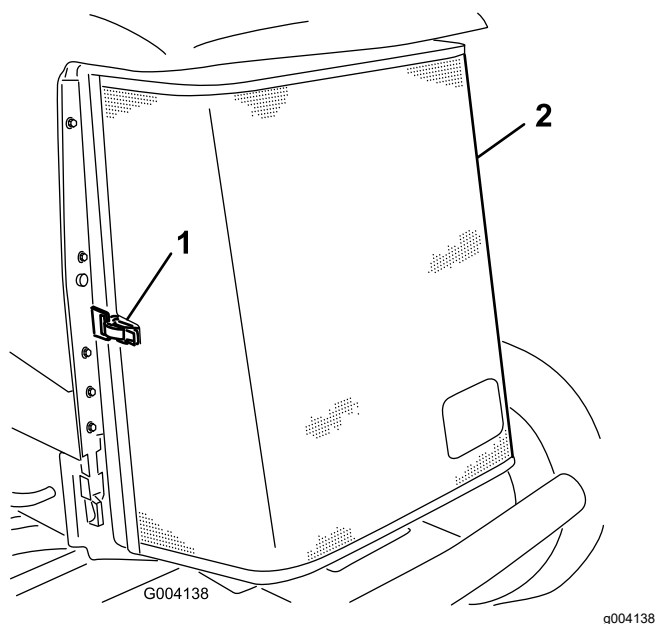

Figura 86
3. Sbloccate il morsetto e aprite la griglia posteriore (Figura 86).